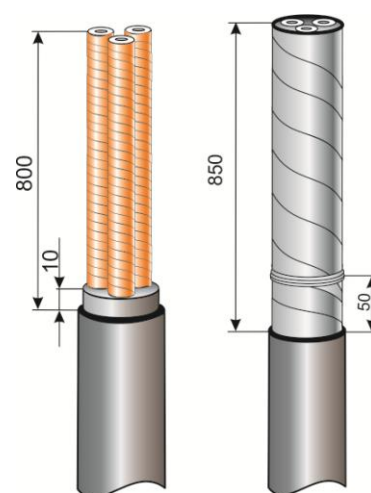

Рис.2
2.Для кабеля без брони. Удалить оболочку кабеля от торца до кольцевого надреза. Для облегчения снятия оболочки ее необходимо подогреть пламенем горелки до температуры 50...70°C. Удалить межфазный наполнитель, оставив выступ 10мм (Рис.2).